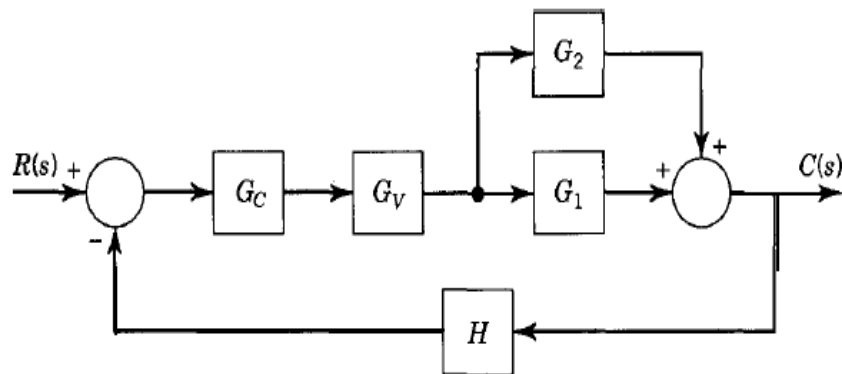

Figura 3: Diagrama de blocos.
7. Determine a função de transferência  $\frac{C(s)}{R(s)}$  para o sistema mostrado na Figura 3.